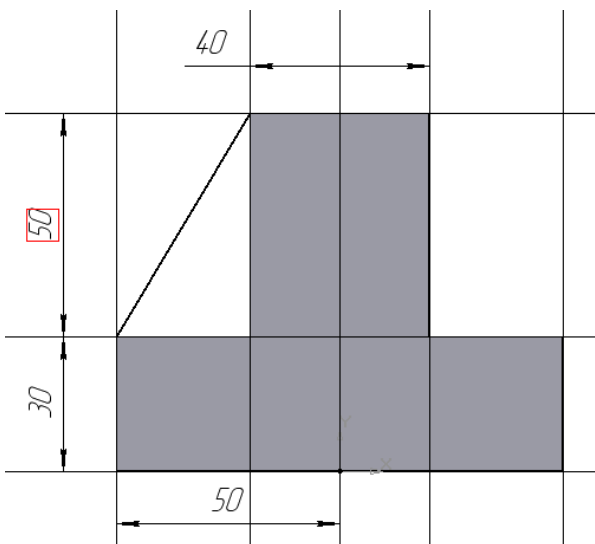

Рис. 3.2.12: Побудова ескіза ребра жорсткості
6. Ребра жорсткості будуються окремо по одному. Для побудови ребер жорсткості на фронтальній площині проєкцій (**Плоскость XY**) побудуємо ескіз (рис. 3.2.12), для якого заздалегідь зробимо розмітку **вспомогательными прямыми**. Ескіз обов'язково слідує викреслювати **отрезком** (тип лінії – **основная**), допоміжні прямі служать тільки для попередніх побудов.